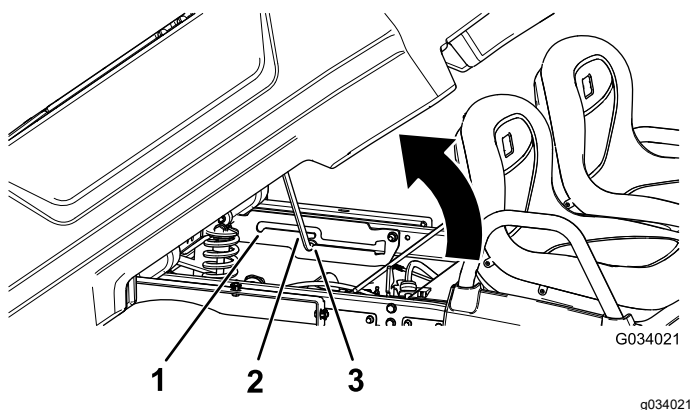

Figura 12
2. Tire de la varilla de sujeción hasta que entre en la ranura de retención de la posición de volquete, para afianzar la plataforma (Figura 12).
2. Tire de la varilla de sujeción hasta que entre en la ranura de retención de la posición de servicio, para afianzar la plataforma mientras se realizan tareas de mantenimiento (Figura 12).
2. Extraiga la varilla de sujeción de la ranura de retención (Figura 12).